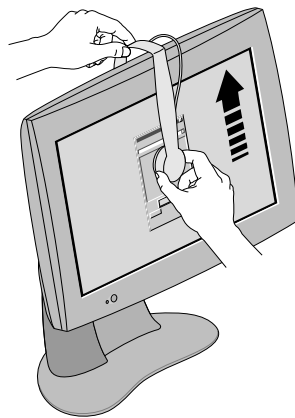

Figura 1-11 Rimozione del sensore
5. Rimuovere il sensore utilizzando entrambe le mani, come illustrato nella figura 1-11.